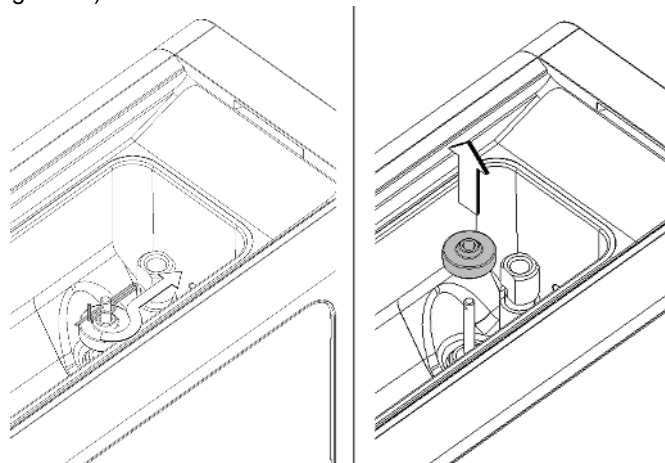

figure 18
**4** Retirez la fourche de montage, puis le flotteur. (vedere figure 18)